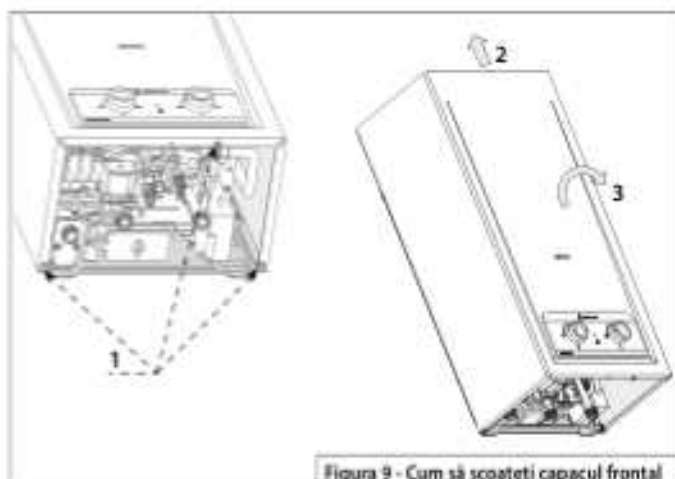

Figura 9 - Cum să scoateți capacul frontal
- Coșul de evacuare trebuie fixat în aparat în interiorul diametrului interior al colierului colectorului de evacuare, a se vedea figura 9 - Ansamblul colectorului de evacuare în aparat.